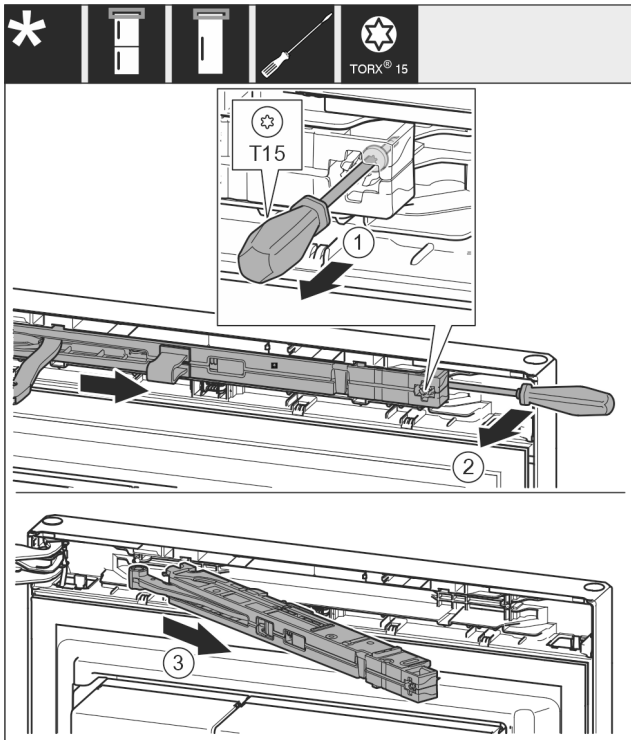

Fig. 10
- ▶ За допомогою викрутки T15 ослабте гвинт на демпферному вузлі приблизно на 14 мм. Fig. 10 (1)
- ▶ Переміщаючи викрутку з боку ручки за демпферний вузол, поверніть вузол уперед. Fig. 10 (2)
- ▶ Витягніть демпферний вузол. Fig. 10 (3)